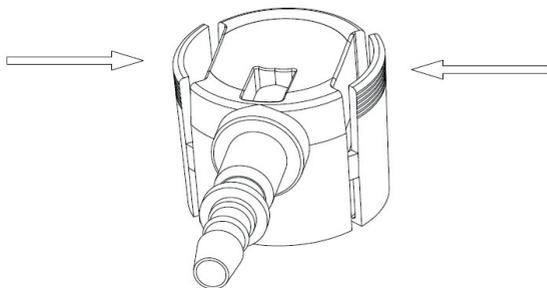
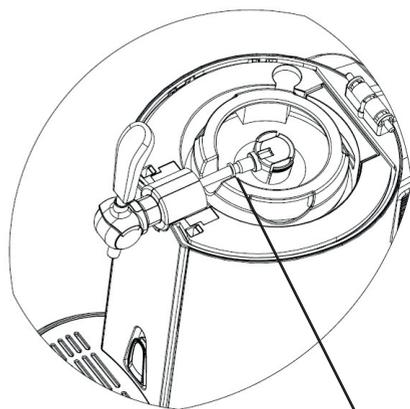

Figura 30
Figura 31
2. Instale o adaptador que vem com a cervejeira (ou seja, o conjunto de boca do barril Heineken) de acordo com o método na descrição do barril (consulte a Figura 28 e Figura 29) e, em seguida, conecte o adaptador à torneira. (Figura 30)
3. Instale o adaptador no pacote de acessórios do produto no conjunto da torneira (ou seja, o conjunto da bica do barril Heineken) (consulte a Figura 29) e prenda o adaptador no barril Heineken. (Figura 30 e Figura 31)